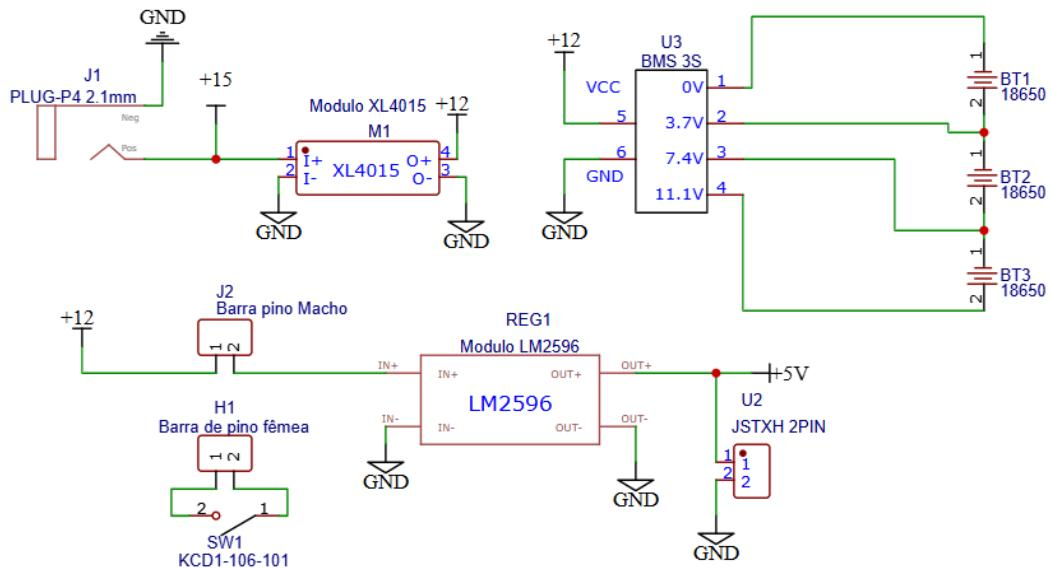
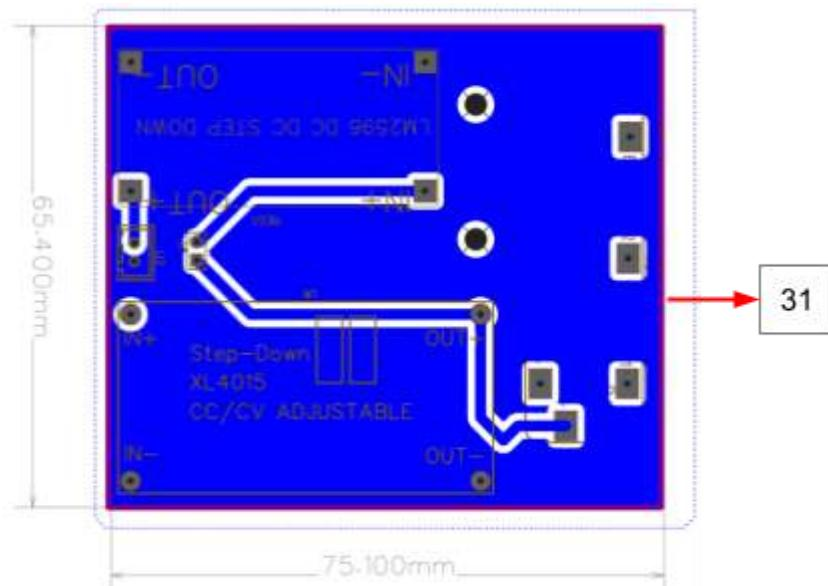

Figura 15: Diagrama elétrico do circuito de alimentação
Figura 16: PCB da placa de alimentação
**1º Passo:** Dado o esquema da **figura 15**, realize as conexões informadas a fim de ser possível carregar e controlar as cargas das baterias, alimentar e controlar a alimentação do sistema de controle. Na **figura 16** há um exemplo de PCB (31) para conectar a placa BMS (11), módulo XL4015 (9) e módulo LM2596 (10). Na PCB, em azul, é exibido a camada inferior. As baterias (8), chave gangorra (13) e plug P4 (12) serão instalados externamente e ligados através dos fios e conectores. Na **figura 17** há a PCB com os componentes soldados.